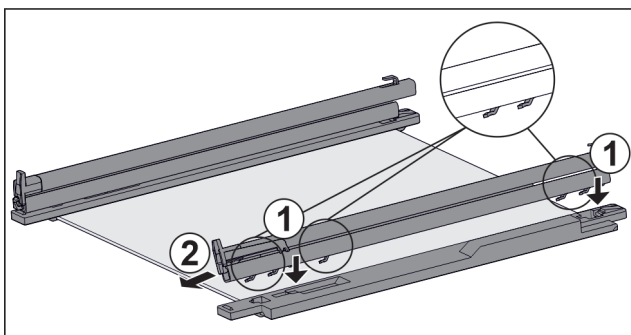

Fig. 154 Staklena ploča s vodilicama i pridržnim dijelovima
- ▶ Stavite kuke vodilice na otvore **lijevog** pridržnog dijela. Fig. 154 (1)
- ▶ Skinite vodilicu prema naprijed. Fig. 154 (2)
- ▶ Stavite kuke vodilice na otvore **desnog** pridržnog dijela. Fig. 154 (1)